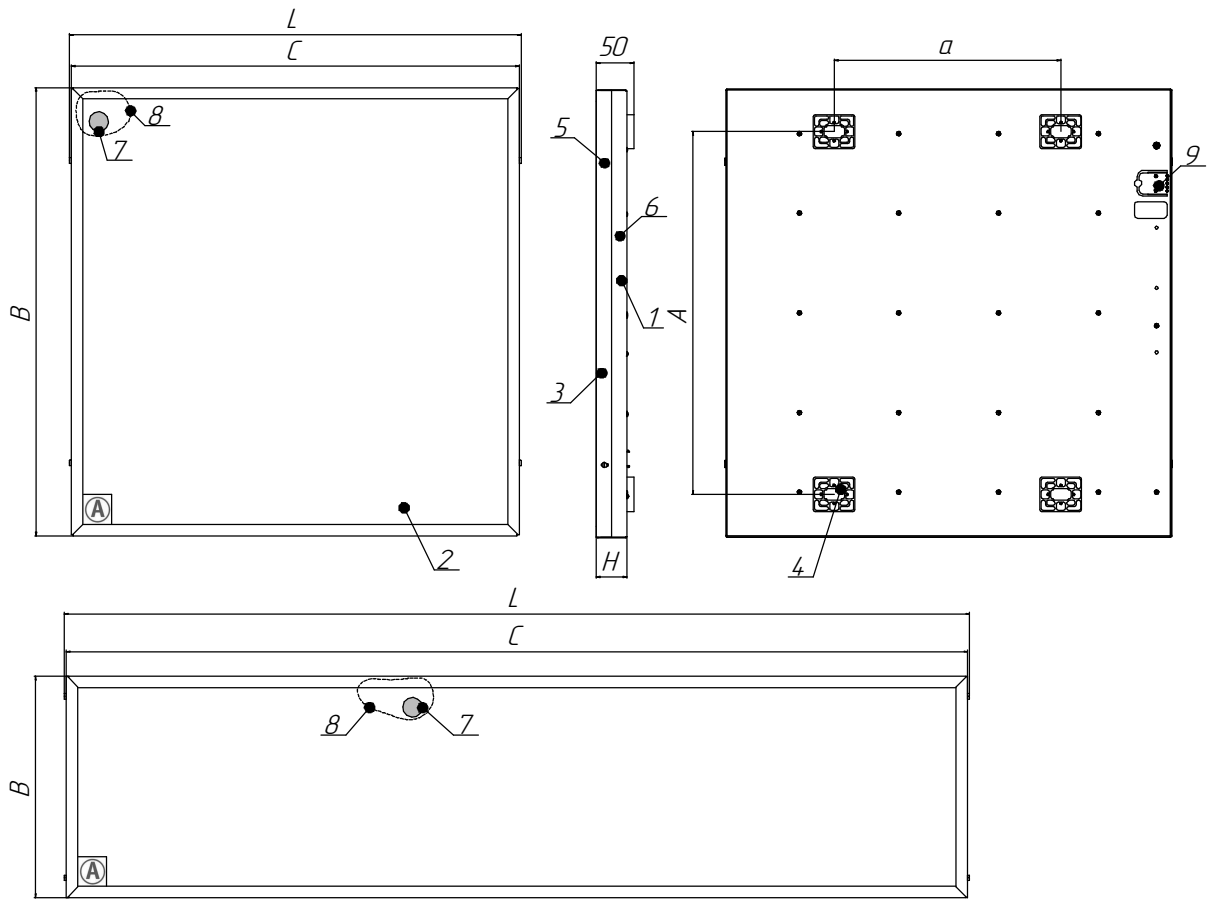
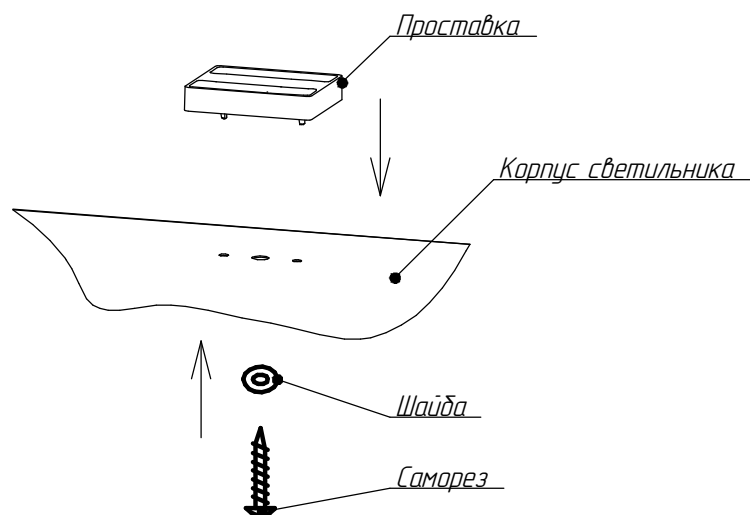
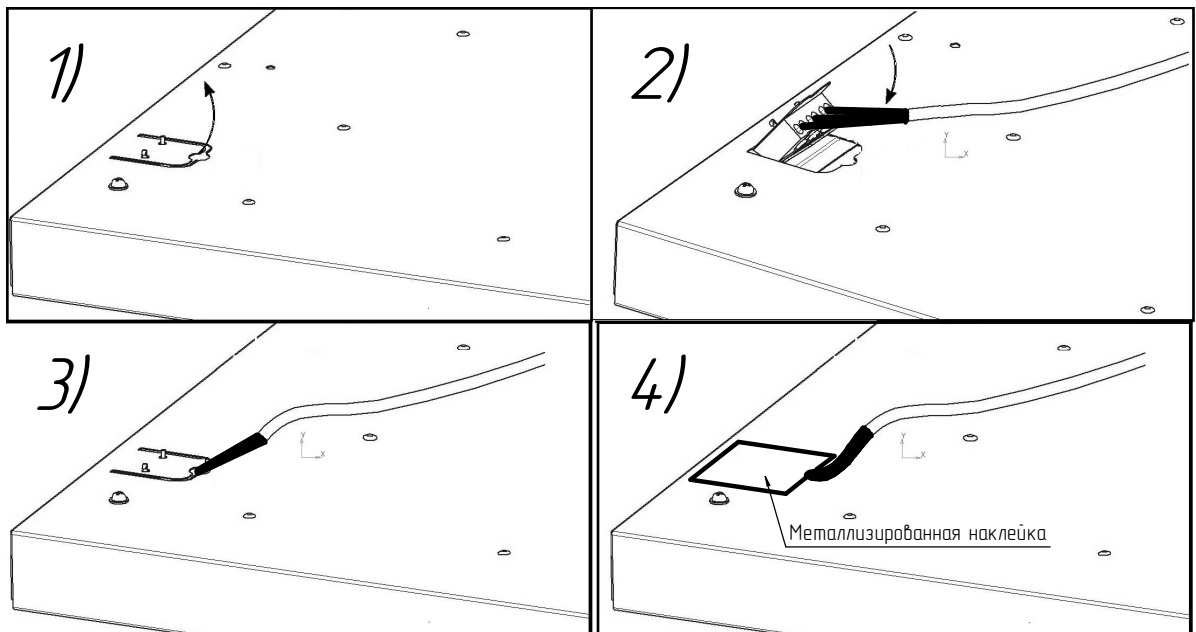

Рисунок 1 - Общий вид светильников
Рисунок 3 - Схема установки проставки пластиковой и крепления светильника
Рисунок 5 - Схема подключения светильника
Отогните язычок с клеммной колодкой (см. рисунок 1, поз.9). После подключения (см. пункт 5.4) загните язычок и заклейте язычок металлизированной наклейкой, входящей в комплект поставки (см. рисунок 5).
Снимите боковую планку поз.3, отвернув удерживающие ее винты поз.5 (см. рисунок 1). Снимите рассеиватель поз.2, выдвинув его со стороны боковой планки. Установите проставки пластиковые поз.4 в отверстия возле крепежных мест, предварительно отклеив клейкую ленту (см. рисунок 3). Отогните язычок с клеммной колодкой (см. рисунок 1, поз.9). После подключения (см. пункт 5.4) загните язычок и заклейте язычок металлизированной наклейкой, входящей в комплект поставки (см. рисунок 5). Закрепите светильник на опорной поверхности, предварительно разметив точки крепления.
5.5 Подайте напряжение питания по некоммутированной сети освещения. Индикатор заряда должен зажегся (см. рисунок 1, поз.7). Если индикатор заряда не зажегся, то необходимо проверить правильность подключения светильника. Затем подайте напряжение питания по коммутированной сети освещения. Если светильник не светит, то так же проверьте правильность его подключения.
1) **Кнопка "Тест" для Universal Opal/Prizma:** выключите светильник. Нажмите кнопку на торце светового прибора (см. рисунок 1, поз. 6). Источник питания светильника переключится в аварийный режим, напряжение на светодиодные модули будет подаваться от аккумулятора. Для возврата в рабочий режим, отпустите кнопку ручного тестирования.
2) **"Магнитный тестовый выключатель" для Universal Soft MT:** выключите светильник. Поднесите "Магнит неодимовый E42 (M6) с крючком" (или аналогичный с силой сцепления не менее 60 кг) в плотную к области расположения индикатора (см. рисунок 1, поз. 8). Источник питания светильника переключится в аварийный режим, напряжение на светодиодные модули будет подаваться от аккумулятора. Для возврата в рабочий режим отдалите магнит.